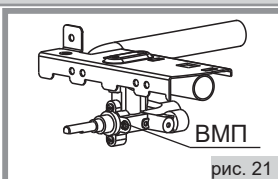

рис. 21
19.3. Настройка регулируемых ВМП горелок стола и духовки (рис. 21).